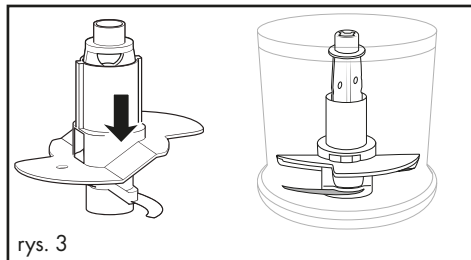

rys. 1
- Na 100 ml śmietany należy ją założyć na uchwyt noża **8** tak, aby nasadka mieszająca **11** przylegała do obu noży **8** i się na nich zablokowała (rys. 1):